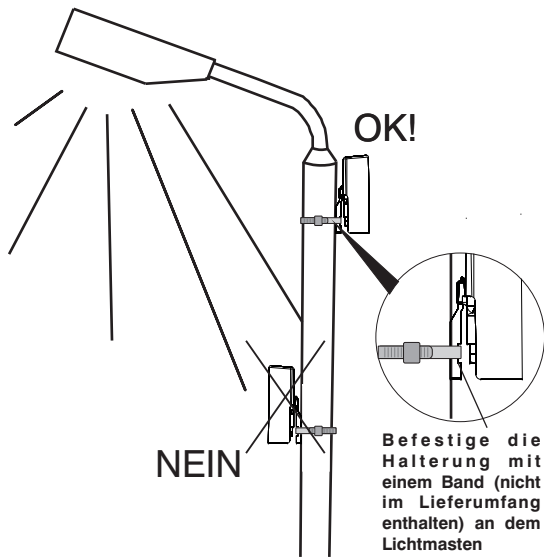
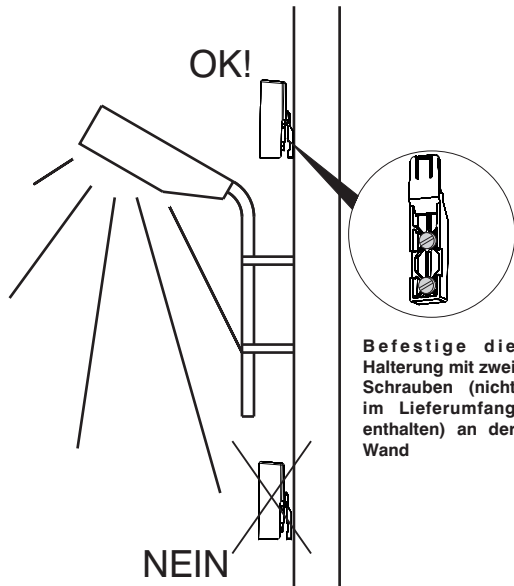

Abb. 9
Abb. 10
**Montage an einem Masten:** Halterung senkrecht mit einem Band (nicht im Lieferumfang enthalten) an dem Masten befestigen (Abb. 9);
**Wandmontage:** Halterung senkrecht mit zwei Schrauben an der Wand befestigen (Abb.10);
Der Dämmerungsschalter steuert die Ein- und Ausschaltung von Beleuchtungsanlagen im Freien. Der Schalter schließt den Kontakt, sobald die Lichtstärke der Umgebung unter den eingestellten Einschaltlichtwert sinkt und hält ihn geschlossen, bis dieser Wert wieder überstiegen wird. Für einen korrekten Betrieb muss der Dämmerungsschalter so installiert werden, dass er nicht durch die Einschaltung der Lampen, an die er angeschlossen ist (Abb.9, Abb.10), oder andere Lichtquellen, beeinflusst werden kann.